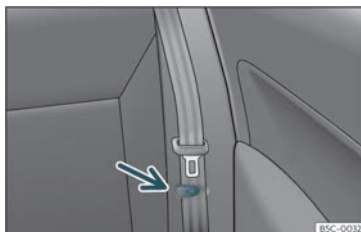

Fig.105 Banquette arrière : pince pour ceinture de sécurité.
- Placer les ceintures de sécurité latérales dans la pince du revêtement»» fig. 105 .